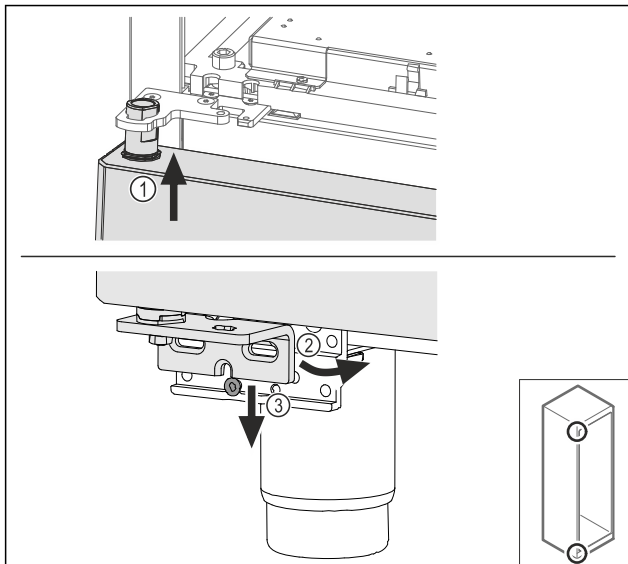

Fig. 64
- Liitä ovi ylhäällä hieman kallistettuna Fig. 64 (1), suuntaa ovi suoraan Fig. 64 (2) ja aseta alhaalla laakerijalustan ruuvien Fig. 64 (3) päälle.